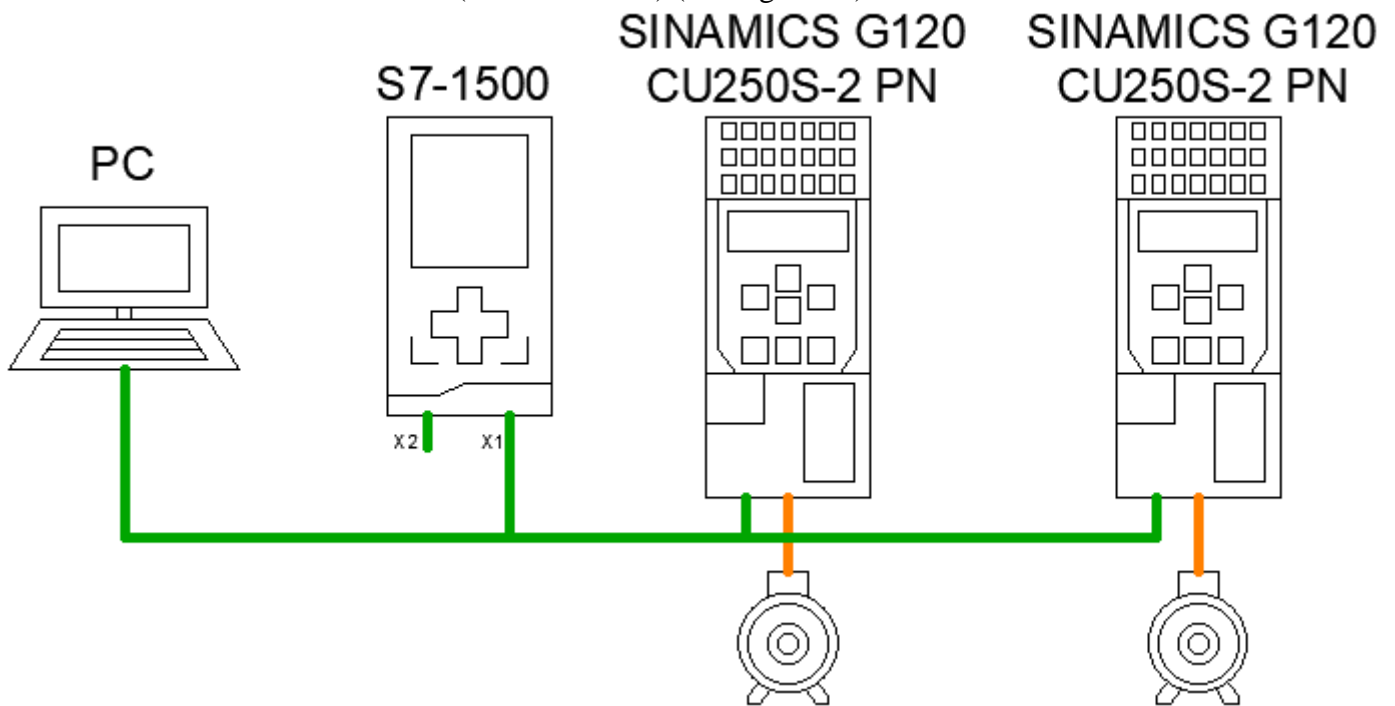

Figura 6a. Conexión de hardware.
1. Realizar la conexión de hardware de la red de comunicación Profinet entre el PLC S7-1500 y los dos Variadores de Frecuencia G120 (CU250S-2-PN) (ver Figura 6a).